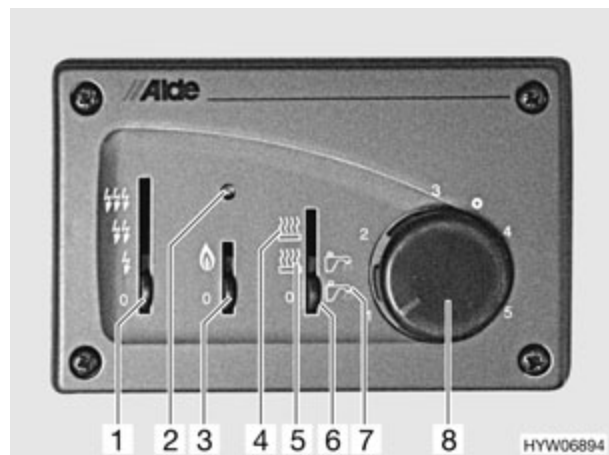

Fig. 108 Unidad de mando para la caldera
- Agua caliente (Fig. 108,7)
- Calefacción y agua caliente (Fig. 108,5)
- Calefacción (Fig. 108,4)
- Ajustar el modo de funcionamiento con el conmutador deslizante (Fig. 108,6).
- Funcionamiento a gas (Fig. 108,3)
- Funcionamiento con electricidad a 230 V (Fig. 108,1)
- Ajustar el conmutador deslizante (Fig. 108,3) a funcionamiento con gas.
- Ajustar el conmutador deslizante (Fig. 108,6) a "agua caliente" (Fig. 108,7) o a "calefacción y agua caliente" (Fig. 108,5).
En caso de avería se ilumina la luz de control roja (Fig. 108,2).
- Regular el conmutador deslizante (Fig. 108,3 y 6) a "0".
- Ajustar el conmutador deslizante (Fig. 108,1) a funcionamiento con electricidad.
- Regular el conmutador deslizante (Fig. 108,1 y 6) a "0".
- Regular el conmutador deslizante (Fig. 108,1, 3 y 6) a "0".